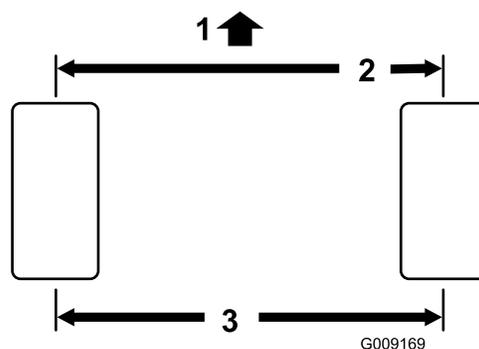

Рисунок 109
2. Измерьте межцентровое расстояние (на высоте моста) на передней и задней сторонах рулевых колес (Рисунок 109).